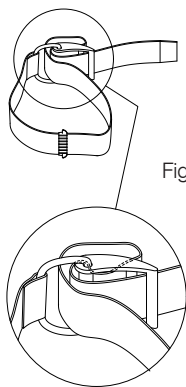
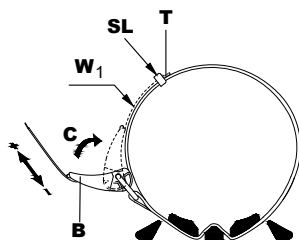

Fig. 2-4
Fig. 2-7
1. Tournez la boucle jusqu'à ce qu'elle s'enclenche en position ouverte. Faites glisser la sangle autour de la boucle en plastique comme illustré sur la figure (Fig. 2-4), mouillez la sangle avant de la serrer en place sur le réservoir, et ajustez la longueur (Fig. 2-7).